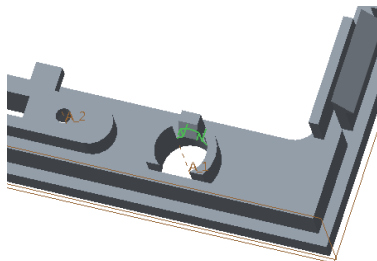

图 12-63 完成卡扣结构
5) 在“拉伸”选项卡中单击  (完成) 按钮。完成该步骤后, 卡扣的结构工艺便合理了, 效果如图 12-63 所示。